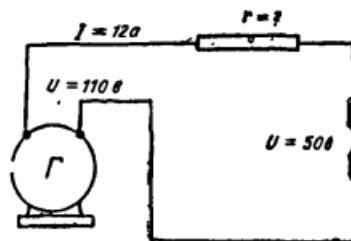

Рис.9.Схема електричного ланцюга
2. Визначити величину додаткового опору до дугової лампи кіноапарата, яка потребує напруги 50 В і струму 12 Аа (рис. 9).